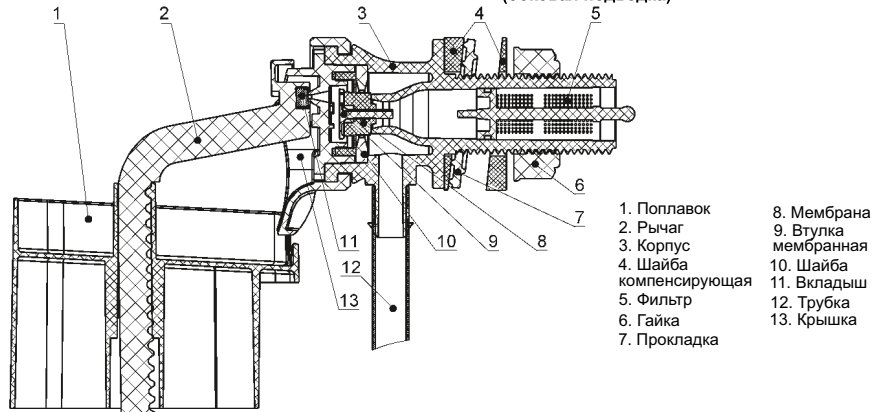

Рис. 1 - Клапан впуска
При затягивании гайки 6 (рис. 1) не превышайте максимально допустимый момент 3 Нм.
2. Для регулировки уровня воды в бачке переместите поплавков 1 по рычагу 2 вверх или вниз (см. рис.1)
1. Клапан впуска (рис.1 на обороте)